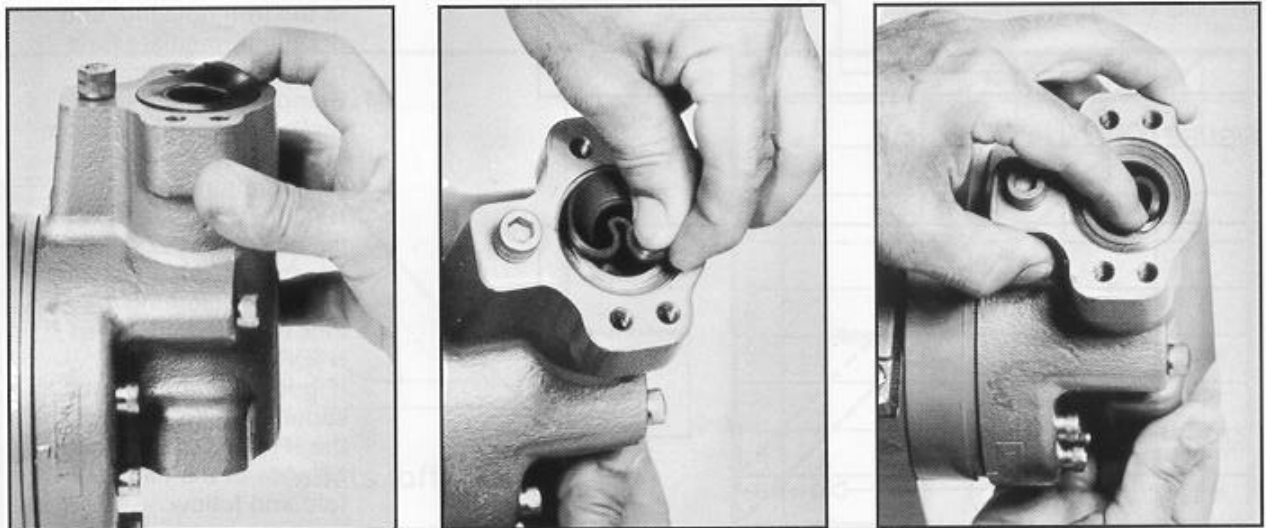

FIGURA 3
8. Levante el reborde de la membrana HYDRATUBE (Figura 3) y empújelo hacia el interior de su alojamiento, y hacia abajo. El resto del reborde se doblará y seguirá este movimiento.